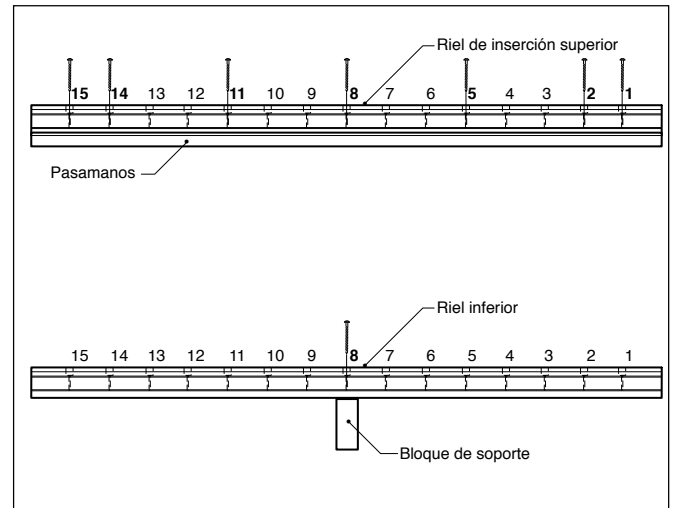

Fig. 1
Paso 2: Coloca el pasamanos moldeado boca abajo sobre una superficie plana. Luego, coloca uno de los rieles de 2x4 en el canal del pasamanos moldeado, de modo que los orificios miren hacia arriba. Comenzando por cualquier extremo, une la parte superior de 2x4 al pasamanos moldeado con los 7 tornillos de 3 plg pasándolos por los orificios 1, 2, 5, 8, 11, 14 y 15. Si los rieles están recortados, pretaladra los orificios adicionales con una broca de taladro de 1/8 plg y coloca el tornillo en el próximo orificio más cercano. **(Fig. 1)**
Paso 3: Une el bloque de soporte en la parte inferior del riel inferior de 2x4 con el tornillo de 4 plg. El bloque de soporte se instala debajo del orificio 8. Si el riel no fue recortado de forma pareja en ambos lados, busca el orificio más cercano al centro para asegurar el bloque de soporte. Si ese orificio no fue pretaladrado, hazlo con una broca de taladro de 1/8 plg. **(Fig. 1)**